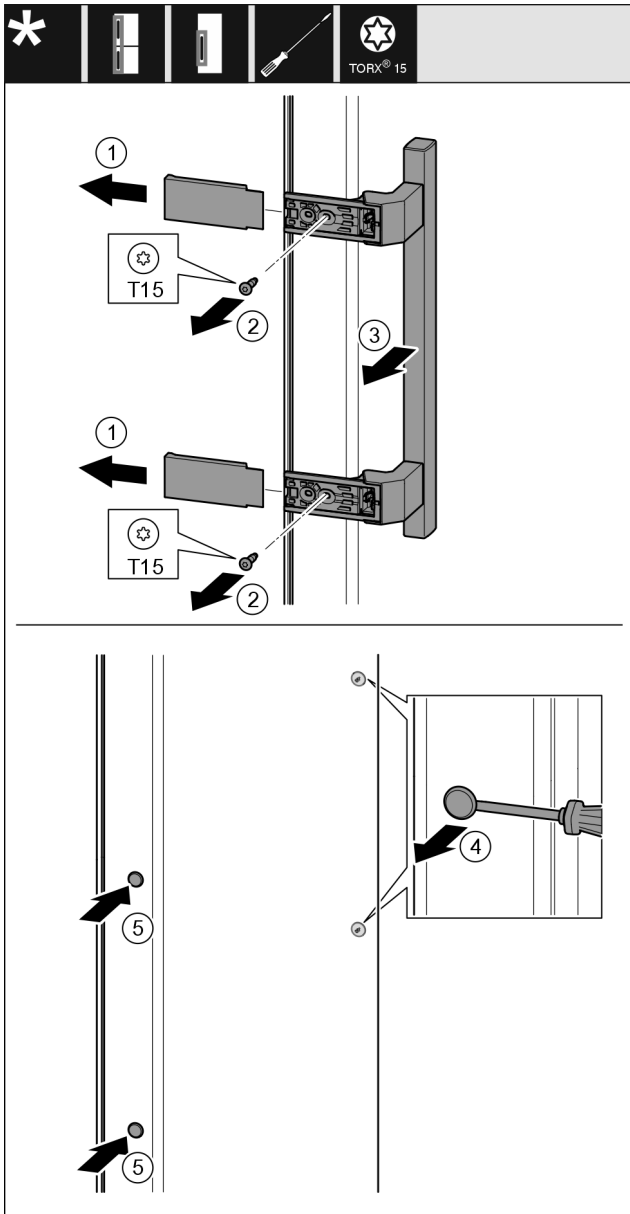

Fig. 19
- ▶ Træk afdækningen Fig. 19 (1) af.
- ▶ Skru skrue Fig. 19 (2) ud med en skruetrækker.
- ▶ Tag grebet Fig. 19 (3) af.
- ▶ Løft forsigtigt sideproppen Fig. 19 (4) af med en kærveskruetrækker, og træk den ud.
- ▶ Indsæt atter proppen Fig. 19 (5) på den anden side.